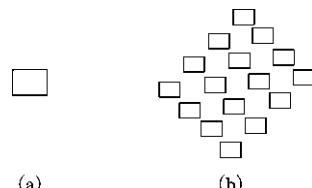

图 1-139 习题 8
8. 将图 1-139(a)中的矩形以对角线交点为基准等比缩放 0.6 倍。将缩放后的矩形阵列
呈如图 1-139(b)所示形状；行数为 4，行偏移为 25；列数为 4，列偏移为 30，整个图形与水平方向夹角为 45° 。完成后的图形如图 1-139(b)所示。